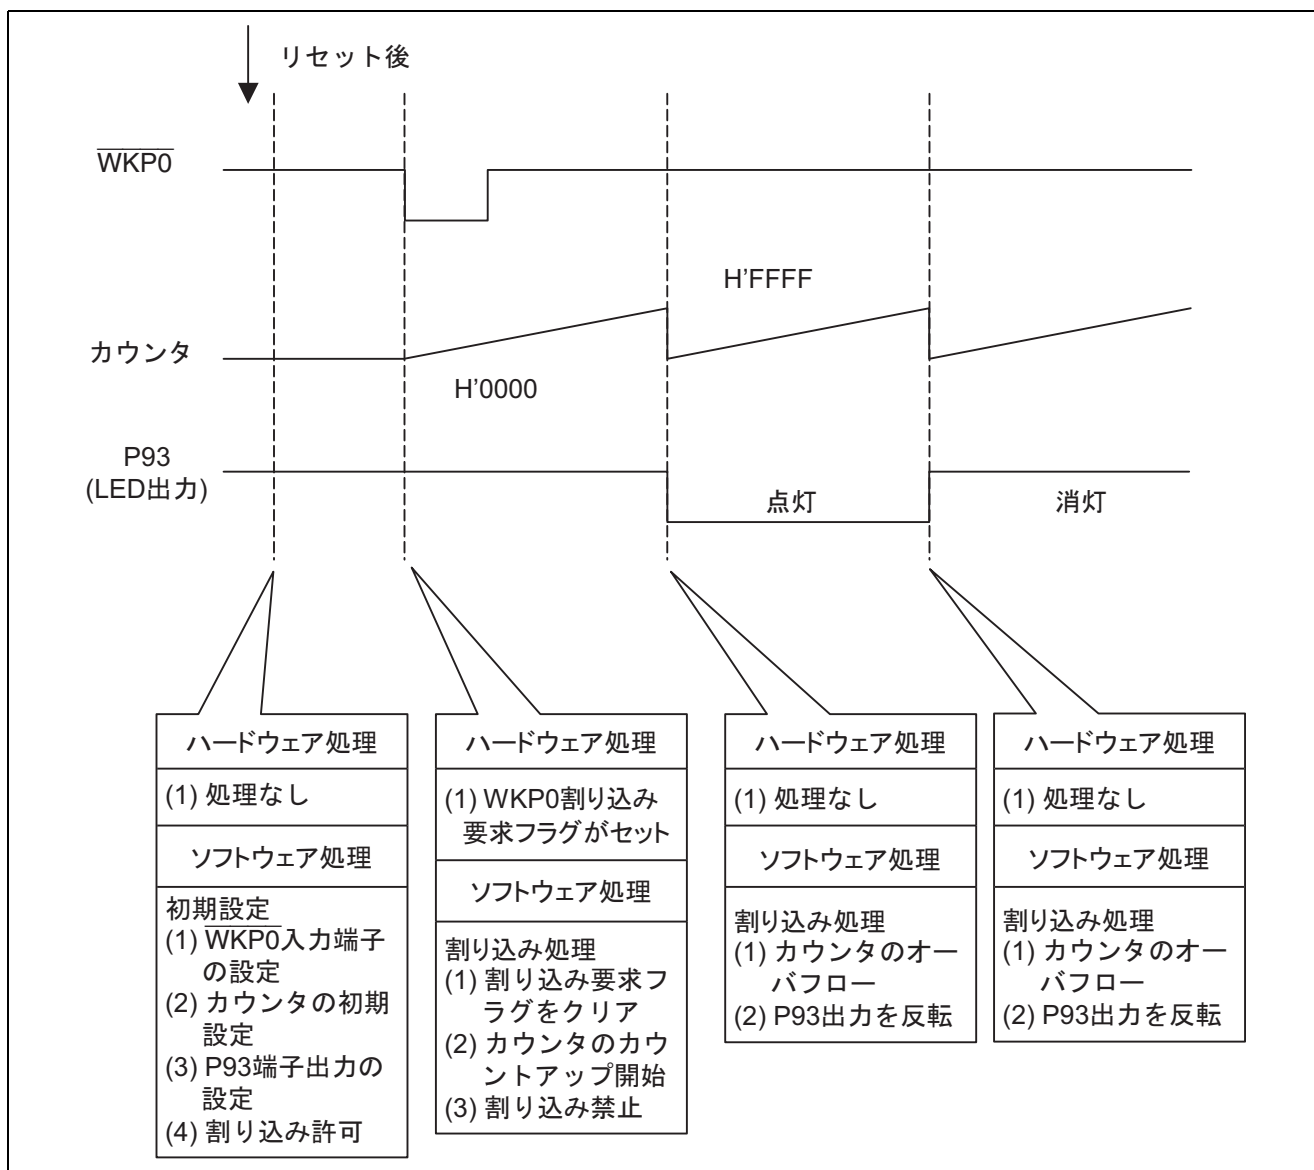

図 3 動作説明
- 図 3 に動作説明を示します。図 3 に示すようなハードウェア、ソフトウェア処理により、WPK 割り込みによるカウンタのカウントアップを行います。